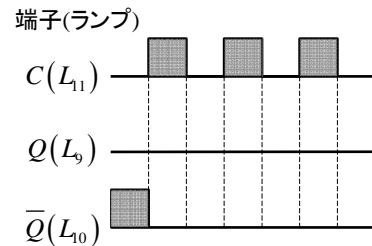

図6 T フリップフロップのタイムチャート
- 図6のタイムチャートに従い、フリップフロップの入力端子に対応する1個の入力スイッチ P_1 をオンオフにして、フリップフロップの出力端子に対応する2個のランプ L_9 及び L_{10} の状態を図6に記録する。クロック端子 C に○印が付いていることに注意すること。